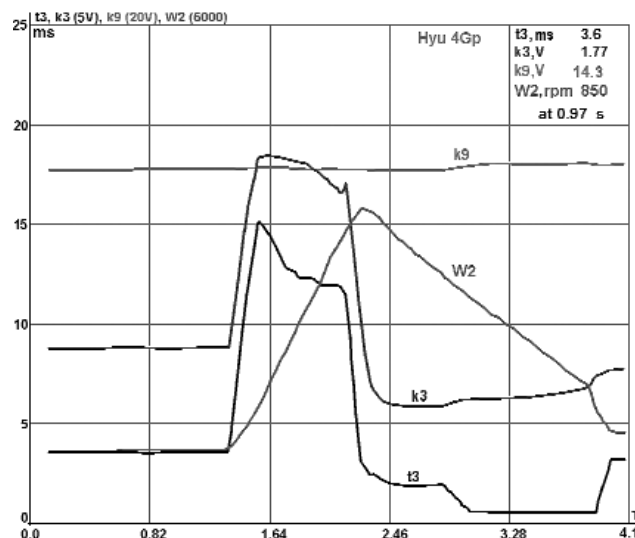

Рис. 4
Лет двадцать назад начались первые попытки использования возможностей персональных компьютеров (PC) для создания компьютерных осциллографов. Но вначале были определенные технические трудности, так как многоканальные аналого-цифровые преобразователи (АЦП) выглядели этими монстрами сложности (фото 1). Тем не менее создание на их основе анализаторов двигателя значительно расширило «палитру» диагностики и позволяло сделать проверки более «интеллектуальными» (рис. 4) и не только проверять «мгновенное значение» параметра(ов), но и получать графики их изменения во времени (PC-based System Analyzer).